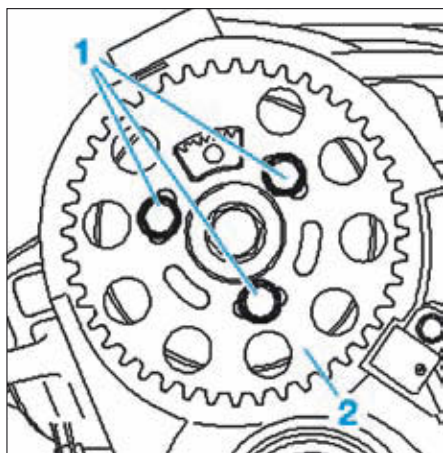

FIG. 67
- les vis (1) de la roue dentée d'arbre à cames (2) et la déposer (Fig.67),